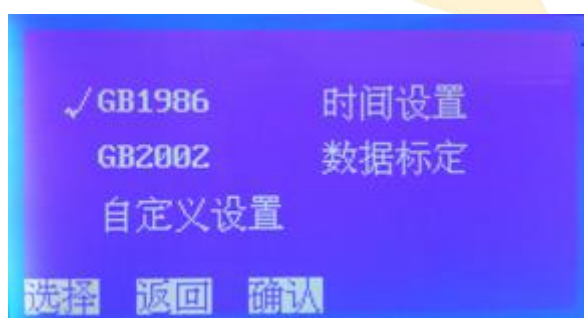
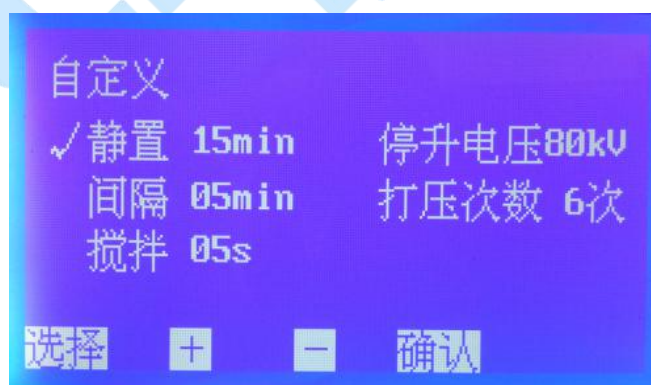

图 3 选择子页面
图 6 自定义设置子页面
2. 在图 2 页面下，按 **设置** 键进入下一级页面（图 3）；
3. 在图 3 页面下，按 **选择** 键移动光标√至 GB1986 处，按 **确认** 键即可进入国标 1986 设置子页面（图 4）。
4. 在图 3 页面下，按 **选择** 键移动光标 ✓ 至 GB2002 处，按 **确认** 键即可进入国标 2002 设置子页面。在该页面下的操作与 GB1986 子页面基本相同，可参考第 3 条的相关内容。
5. 在图 3 页面下，按 **选择** 键移动光标 ✓ 至时间设置处，按 **确认** 键即可进入时间设置子页面（图 5）。
6. 在图 3 页面下，按 **选择** 键移动光标 ✓ 至自定义设置处，按 **确认** 键即可进入 **自定义设置** 子页面（图 6）；
在图 6 页面下，按 **选择** 键移动光标到相应的选项，再按 **+** 或 **-** 键可进行相关参数的设置。其中：
- ① 静置时间：默认值 15min，范围 1~15min（增量 $\Delta = 1\text{min}$ ）；
- ② 间隔时间：默认值 5min，范围 1~10min（增量 $\Delta = 1\text{min}$ ）；
- ③ 搅拌时间：默认值 10s，范围 5~90s（增量 $\Delta = 5\text{s}$ ）；
- ④ 停升电压：默认值 80kV，范围 10~100kV（增量 $\Delta = 10\text{kV}$ ）。当仪器升压到 **停升电压** 以后将停止升压，并进入到保持状态。若持续 50s 无击穿，仪器将默认当前停升电压为绝缘油击穿电压；
⑤ 打压次数：默认值为 6 次，可选范围 1~6 次（增量 $\Delta = 1$ 次）；设置好后按 **确认** 键返回开始页面，按 **开始** 键进行测试；
7. 在图 3 页面下，按 **选择** 键移动光标 \checkmark 至数据标定处，按 **确认** 键即可进入 **数据标定** 子页面（图 7）。